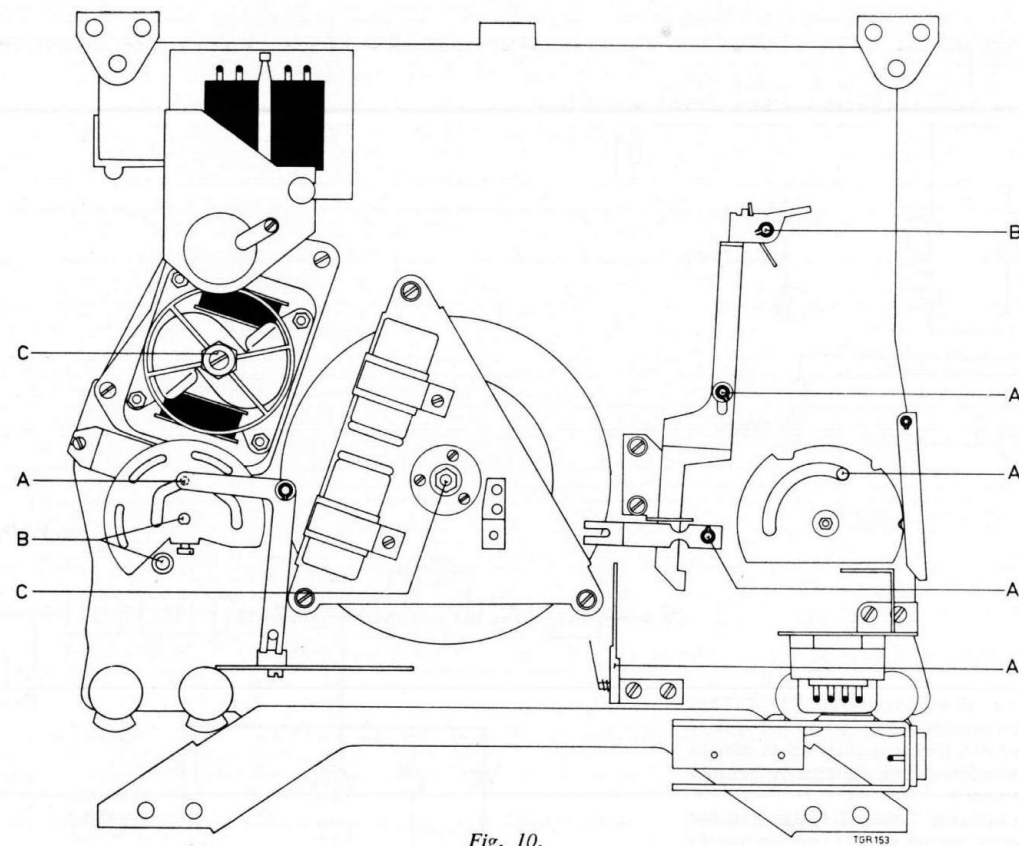

Fig. 10.
- Alle met A gemerkte punten in fig. 10 en 11 o.a.:
- Alle met B gemerkte punten in fig. 10 en 11 o.a.:
- Alle met C gemerkte punten in fig. 10 en 11 o.a.: